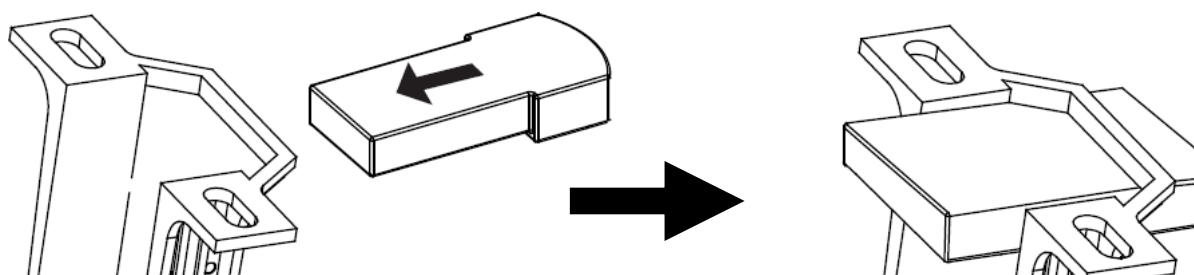

Fig. 8
Voir Fig. 8 et instructions ci-dessous pour le câblage du ventilateur.
- Insérez avec précaution le récepteur de la télécommande au-dessus de la boule de suspension dans l'espace restant du support de montage. Veillez à ne pas endommager ou desserrer le câblage. (Fig. 8).